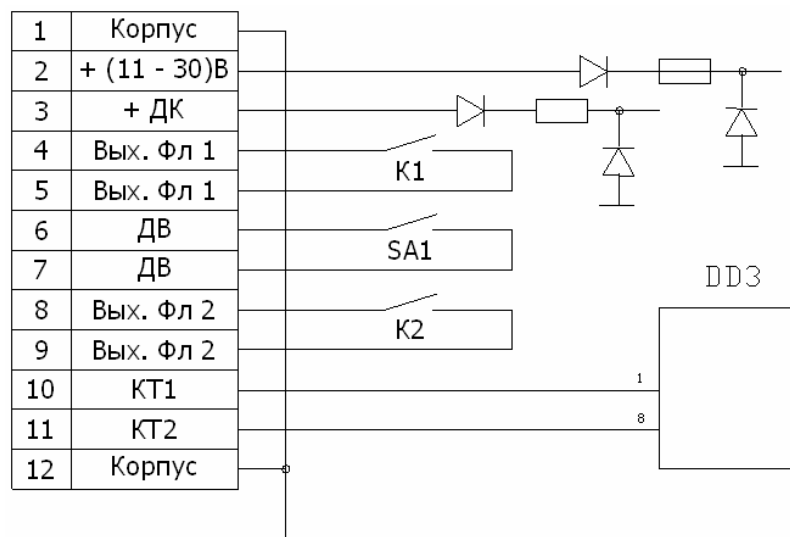

Рисунок 6.7. Назначение выходных контактов
6.5. Данные по назначению выходных контактов приведены на рис. 6.7.